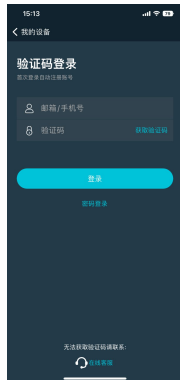

图 5
- 使用手机号或电子邮箱获取验证码登录(首次登录自动注册账号); (图5)